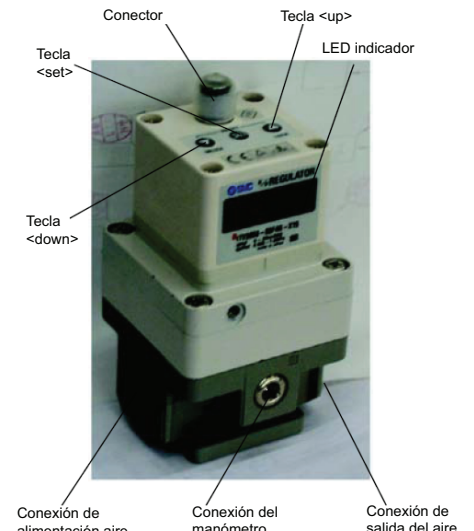

Fig. 6 - Características principales del ITV
- Presione las teclas ‘Up’ y ‘Down’ (Fig 6) conjuntamente durante más de 3 segundos.